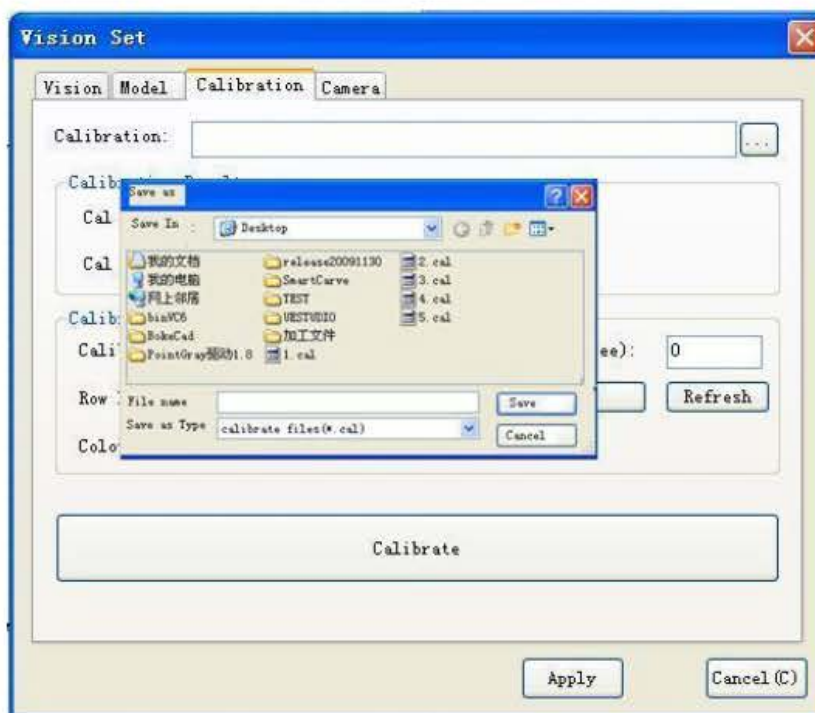

Fig. 3-26
1. Na interface acima, "Distância da Fileira" e "Distância da Coluna" indica o espaço entre os dois pontos na placa. Digite de acordo com os valores reais (a máquina SM960 geralmente é de 10 mm e a máquina CMC6050-V é normalmente de 0,5 mm) e, em seguida, clique no botão "Calibrar"; o sistema calibra e calcula automaticamente; aguarde um momento; se a calibração tiver êxito, a caixa de diálogo "Salvar como" aparecerá, e você pode clicar no botão Salvar para guardar os dados (como na Fig. 3-26). Se a calibração falhar, a caixa de diálogo de erro correspondente aparecerá também.